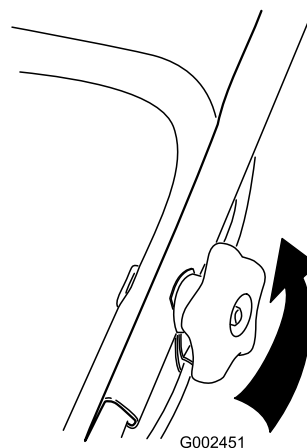

Figura 52
1. Allentare le manopole della stegola finché non è possibile muovere liberamente la stegola superiore (Figura 52).